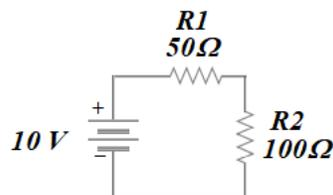

Figura 3. Circuito para el cálculo de potencias.
- Para el circuito mostrado en la figura 3, calcula los voltajes, la corriente y la potencia de la fuente de voltaje y de cada resistencia utilizando la LVK y la ley de Ohm:
Comprobación práctica 2: Arma en el laboratorio el circuito mostrado en la figura 3, y mide los voltajes y las corrientes de la fuente de voltaje y de cada resistencia. Registra los valores en la tabla adjunta.